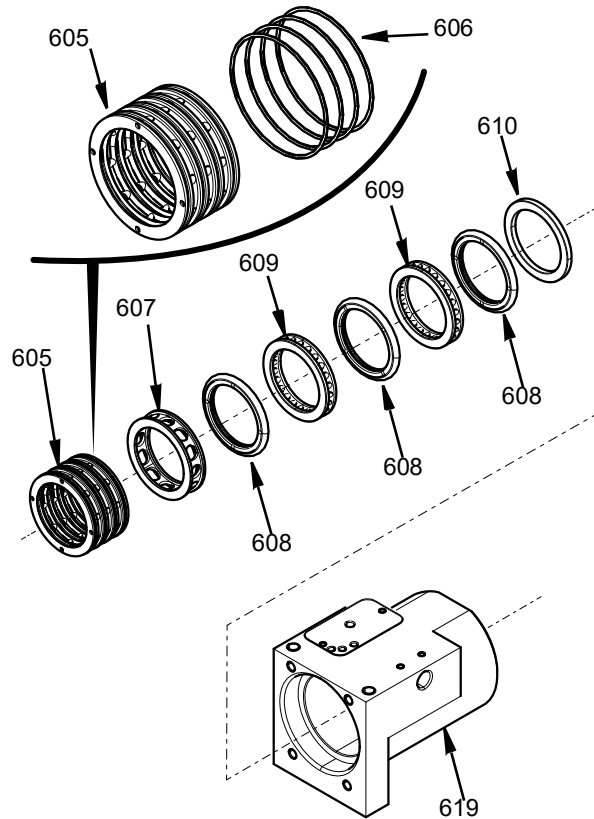

図 22
2. すべての部品はスイベルハウジングに正面から挿入します。図 22. Oリング (606) はエア分配リング (605) に取り付けてから、スイベルハウジングの穴に挿入します。すべてのシールとスイベルハウジングの穴を軽く潤滑してから組み立てるようにします。以下を参照してください：図 22。